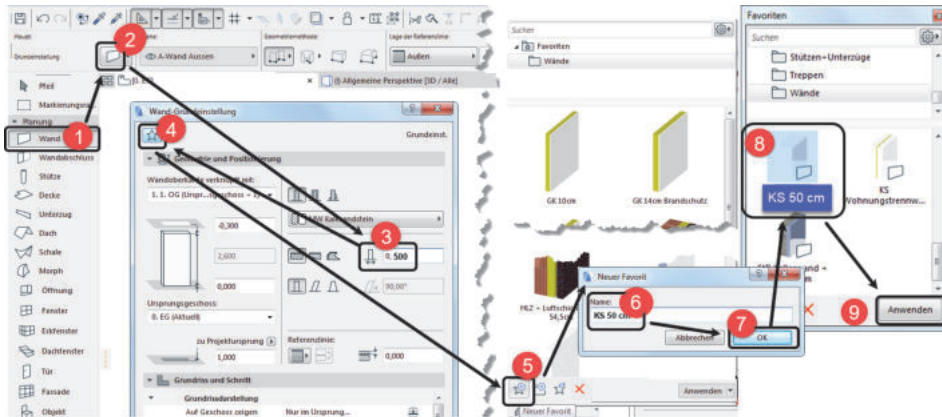

Abb. 1.24: Favoriten mit eigenem WAND-Element bestücken
- Die Favoriten können Sie über das Werkzeug  in der Symbolleiste STANDARD, das Menü FENSTER|PALETTEN|FAVORITEN oder Tastenkürzel [Strg]+[F] aktivieren. Mit diesem Werkzeug können Sie häufig benutzte Elemente in einer Liste zur schnellen Auswahl anzeigen lassen. *Eigene* Elemente mit bestimmten individuellen Voreinstellungen können Sie später aus dem GRUNDEINSTELLUNGEN-Dialogfenster jedes Werkzeugs mit der Schaltfläche FAVORITEN dort ablegen. Als Beispiel wird in Abbildung 1.24 eine Wand mit Wandstärke 50 cm als Favorit gespeichert: